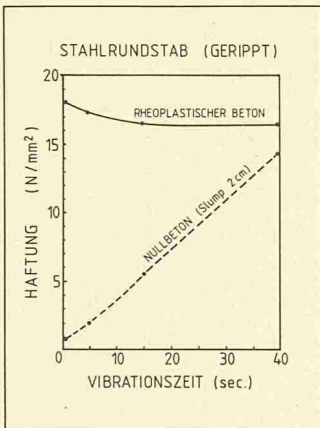

Bild 2. Haftfestigkeit eines Armierungsstahls in rheoplastischem Beton und dem Ausgangsbeton in Abhängigkeit der Vibrationszeit
- Stark verringerte Verdichtungsarbeit (Bild 2).